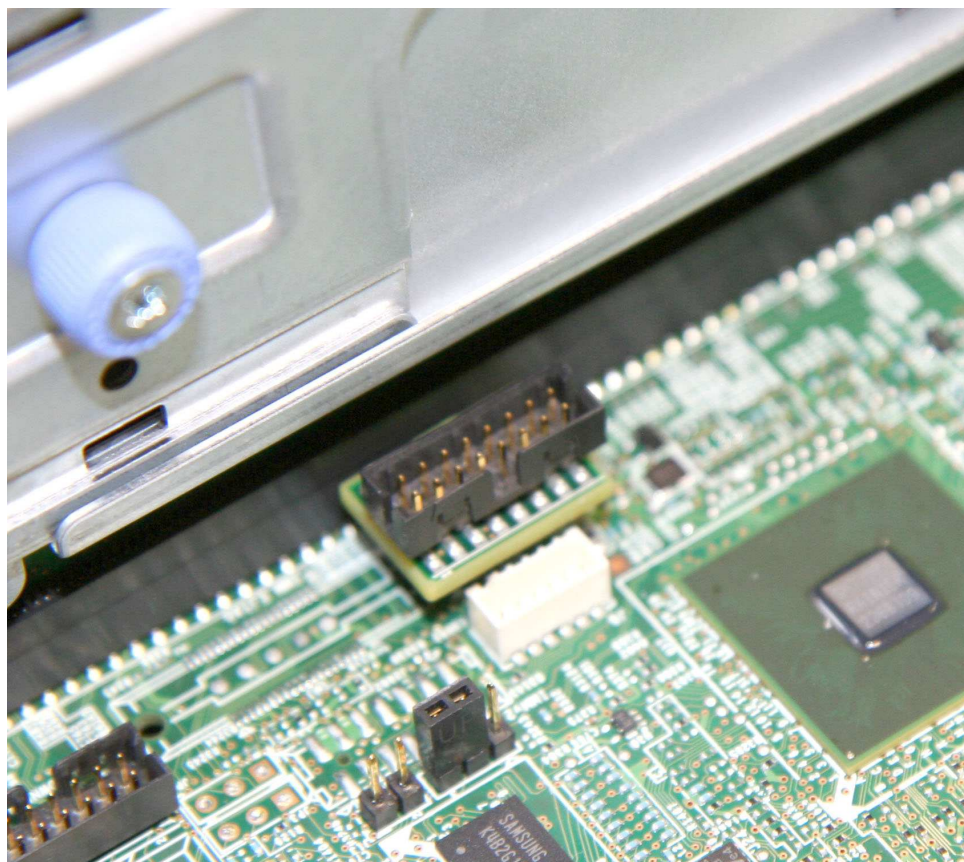

図 160. システム・ボード上の LPC コネクタに装着されている LPC アダプター、2 つのビュー
3. 211 ページの図 160 に示すように、LPC アダプター・ボードをシステム・ボード上の LPC コネクターから取り外します。